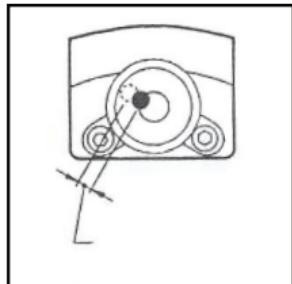

Рис.7
- 3) Устранитте половину смещения пузырка с помощью подъемных винтов „5“. (Рис.7)